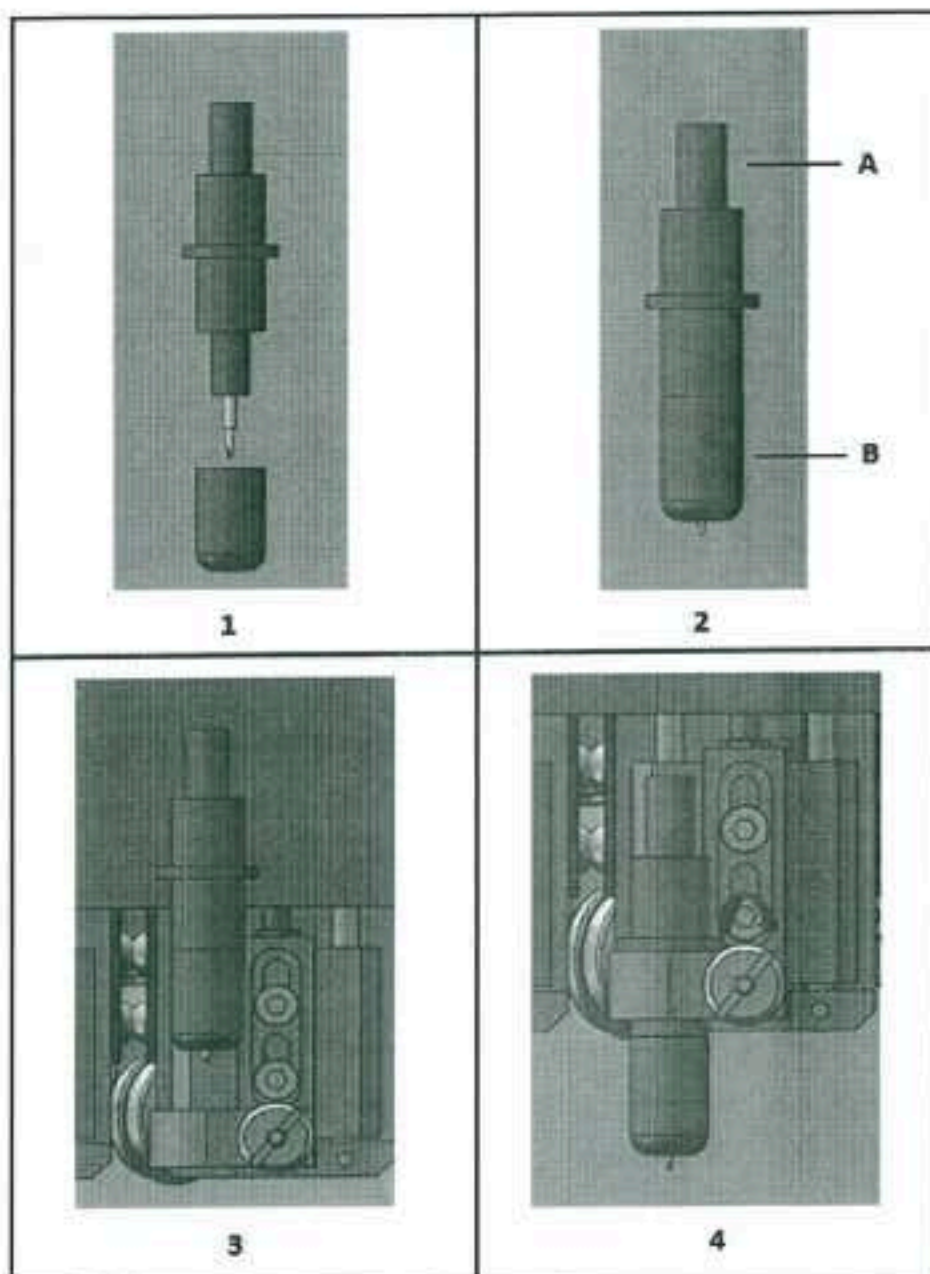

Рисунок 13. Установка инструмента TW.
- Установите нож в TW1 / TW2 (рис. 13, изображение 1 и 2).
- Вставьте TW1 / TW2 в модуль. Чтобы затянуть, поверните зажим по часовой стрелке (рис. 13, изображение 1 и 2).
- Убедитесь, что биговальный инструмент в правильном месте в держателе, после чего затяните винт (рис. 13, изображение 3)
- Вращайте крепежное кольцо, чтобы отрегулировать высоту биговального инструмента. При вращении против часовой стрелки биговальный инструмент опускается, а при вращении по часовой стрелки – поднимается (рис. 13, изображение 4).
- Вращайте крепежное кольцо, чтобы отрегулировать высоту инструмента EOT. При вращении против часовой стрелки инструмент EOT опускается, а при вращении по часовой стрелки – поднимается (рис. 13, изображение 4).